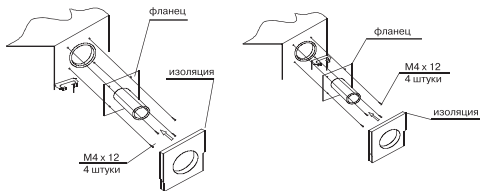

Рис. 30
8. Закрепите фланец и изолируйте его (Рис. 30)